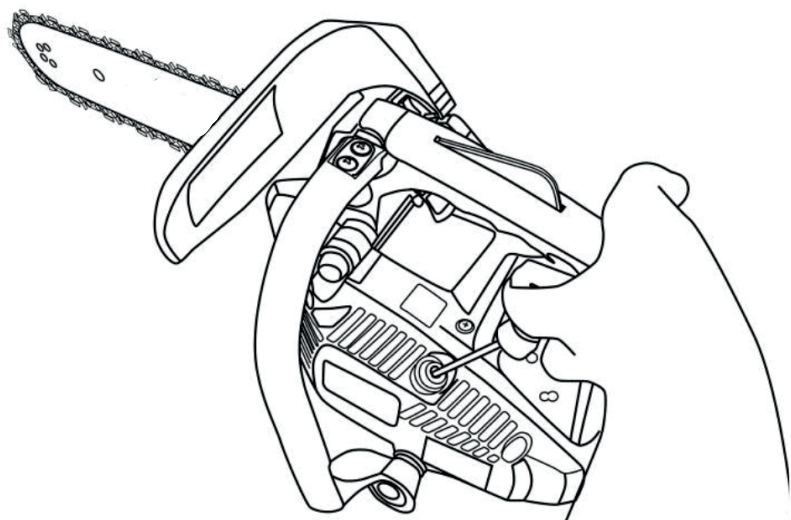

Рис.19. Запуск двигателя ручкой стартера
5. Положите бензопилу на устойчивую поверхность. Цепь должна свободно вращаться и быть на безопасном расстоянии от окружающих предметов. Держите переднюю ручку одной рукой, ногу поставьте на основание задней ручки. Другой рукой потяните за ручку стартера до его «зацепления» (рис. 19). Резко потяните до первого, кратковременного запуска двигателя («схватывания», примерно на 1–2 секунды). После «схватывания» пила заглухнет.
7. Держите переднюю ручку одной рукой, правую ногу поставьте на основание задней ручки. Несколько раз дерните за ручку стартера, пока не заведется (рис.19).